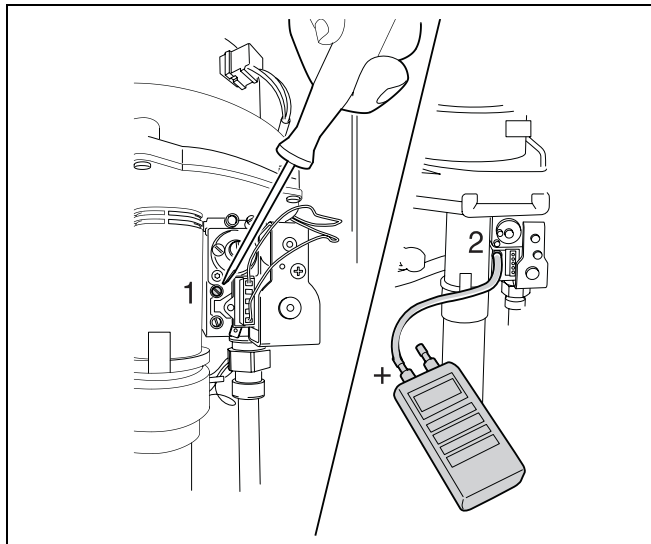

Fig. 31 Măsurarea și setarea raportului gaz/aer
- Se desface cu două rotații șurubul de la niplul superior de măsură (niplu măsură presiune arzător) (Fig. 31, Poz. 1).
- Se unește racordul plus al instrumentului de măsură a presiunii printr-un furtun cu niplul de măsură a presiunii arzătorului (Fig. 31, Poz. 2).